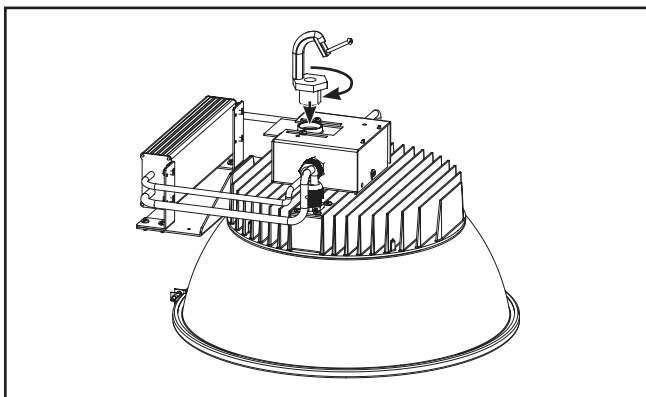

Figure 1.
4. Vissez complètement le crochet de montage dans le trou fileté de la plaque de montage ajustable sur le dessus du luminaire. (Figure 1)